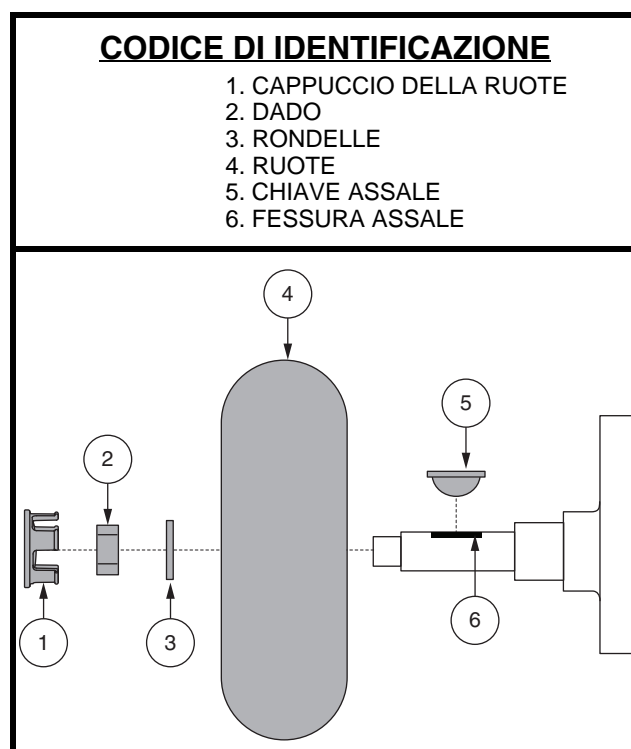

Figura 24. Rimozione dei pneumatici pieni
È possibile smontare il scooter in diversi pezzi: sedile, sezione posteriore, sezione anteriore, cestino, batterie e scocca posteriore. **Vedere figura 24.** Per montare o smontare il scooter non sono necessari arnesi particolari, tuttavia è opportuno ricordare che le parti smontate del scooter richiedono più spazio rispetto a quando sono montate. Smontare o montare sempre il scooter su una superficie uniforme e asciutta con spazio sufficiente per poter lavorare e muoversi — circa 1,5 metri in tutte le direzioni. Ricordare che alcune componenti del scooter sono pesanti e può essere necessaria assistenza per sollevarle.
3. Rimuovere cappuccio, dado e rondelle dall'assale della ruota. **Vedere figura 24.**
4. Rimuovere il dado dalla ruota e la rondella dal perno. **Vedere figura 24.**
9. Inserire la nuova ruota sull'asse. Assicurarsi che la chiave dell'assale sia nell'apposita fessura. **Vedere figura 24.**